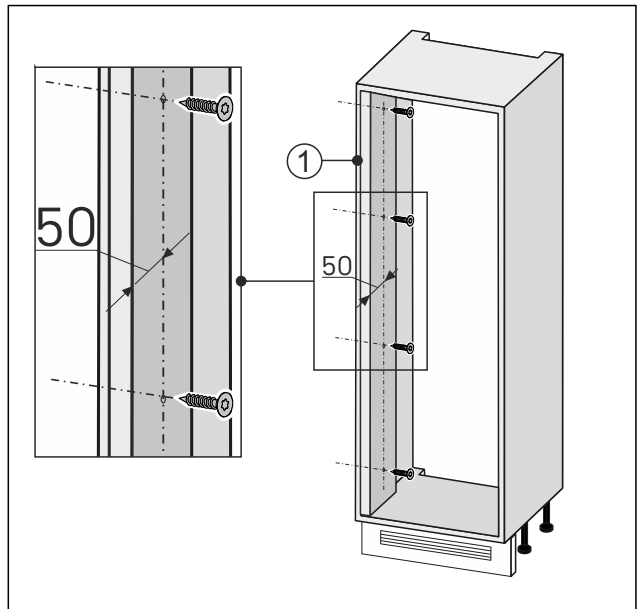

Fig. 93
- Wandausgleich an der Türöffnungsseite Fig. 93 (1) mit der Möbelschleuse verschrauben.